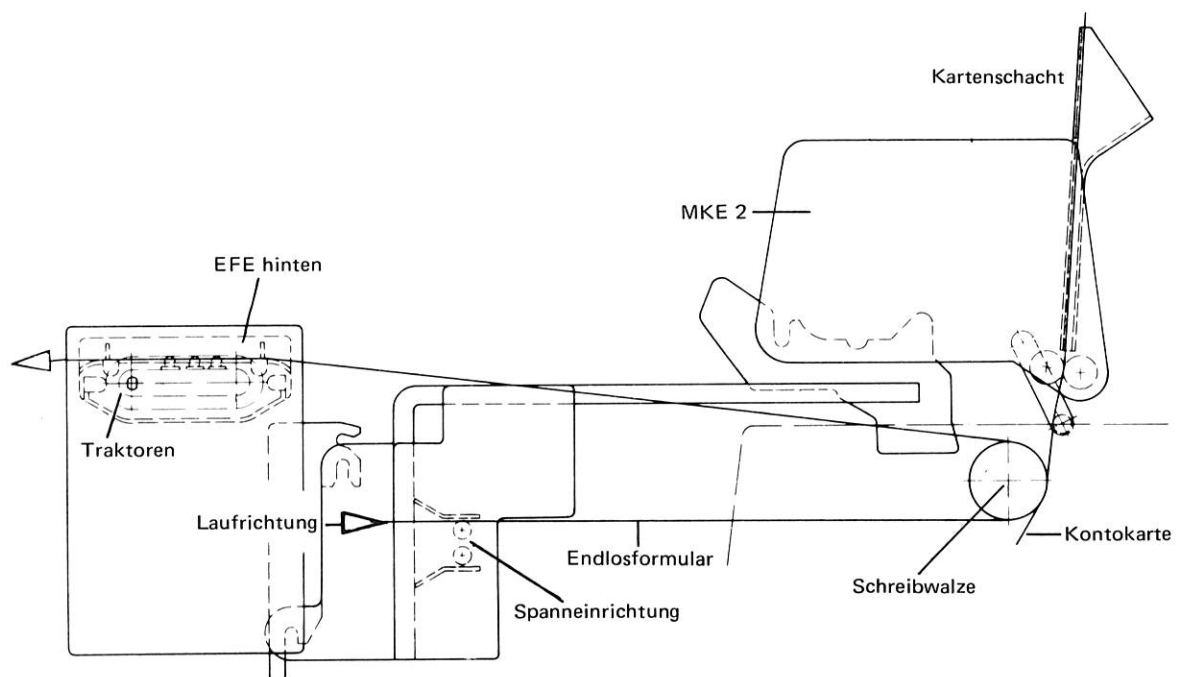

Abb. 19 Papierverlauf, MKE mit 1 EFE
- Endlospapier nur in der oberen Spanneinrichtung einlegen und spannen! (siehe Abb. 19)